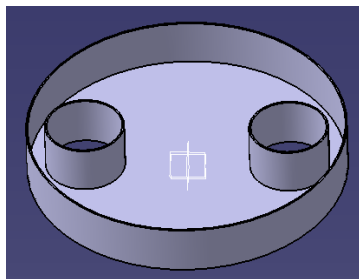

图 3-42
(3) 设厚度为 1mm，face to remove 栏中选择模型中的上一面，点击 OK 键，产生如图 3-42。